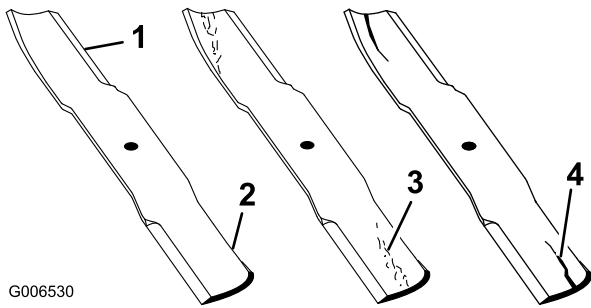

Figure 43
1. Examinez le tranchant des lames (Figure 43). Si elles ne sont pas tranchantes ou si elles présentent des indentations, déposez et affûtez les lames; voir Affûtage des lames.
2. Inspectez les lames, surtout la partie relevée (Figure 43). Remplacez immédiatement toute lame endommagée, usée ou qui présente une entaille (repère 3 ou 4 de la Figure 43).